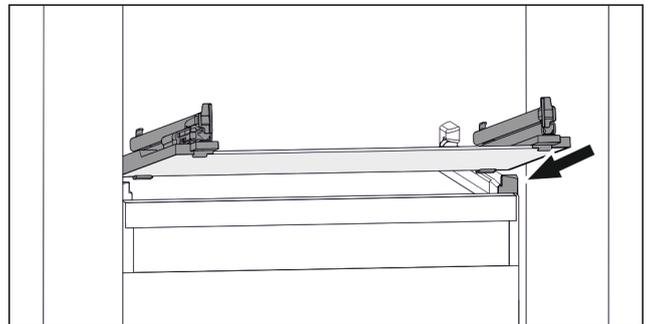

Fig. 51 Exemple de représentation de la tablette en verre
- ▶ Placer la tablette en verre, en l'inclinant, derrière les butées. (voir Fig. 51)